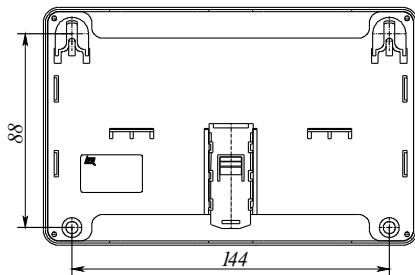

Рисунок 5
- b) при установке на стену, перегородку и конструкцию изготовленную из негорючих материалов (рисунок 5):